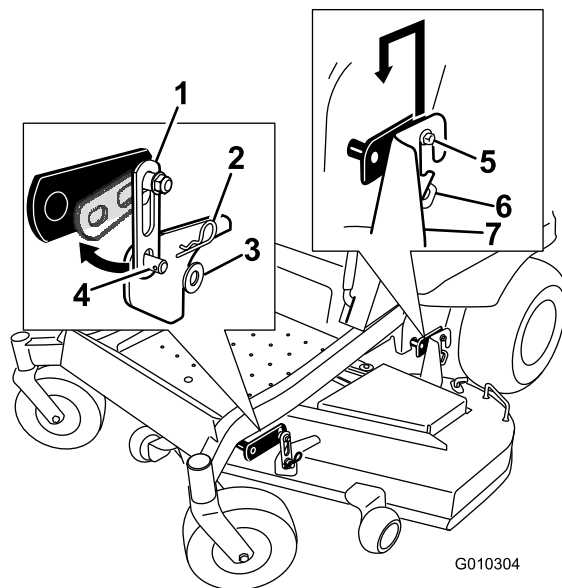

Figure 69
2. Enlevez les fixations des patte avant de chaque côté du plateau de coupe (Figure 69).
3. Soulevez le plateau de coupe avec précaution pour le dégager des boulons des pattes de fixation arrière et abaissez l'avant du plateau au sol (Figure 69).
5. Soulevez l'arrière du plateau de coupe et guidez les supports sur les boulons des pattes de fixation arrière (Figure 69).